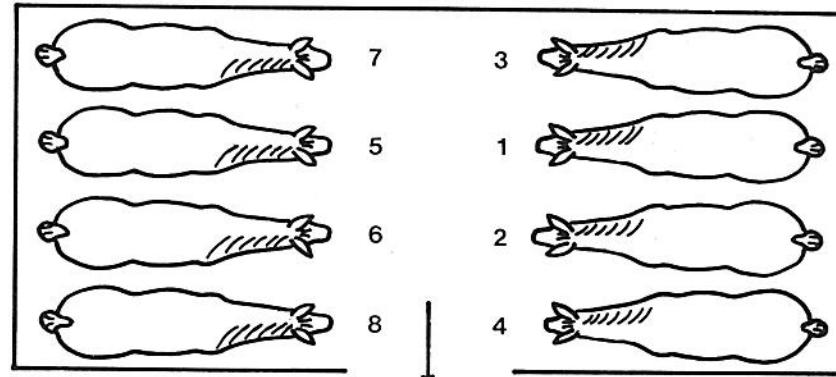

Bild 84
- d. Auslad der Pferde in der Reihenfolge gemäss Bild 84, Bezug der Organisationsräume;